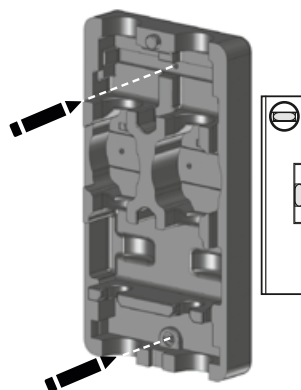

Fig. 9
1. Demontați carcasa termoizolantă frontală (1).
2. Îndepărtați blocul intermediar (2).
3. Desprindeți grupul de armături (3) de pe carcasa termoizolantă posterioară (4).
4. Așezați carcasa termoizolantă posterioară (4) perpendicular pe perete și utilizați-o ca șablon pentru marcarea găurilor (fig. 9).